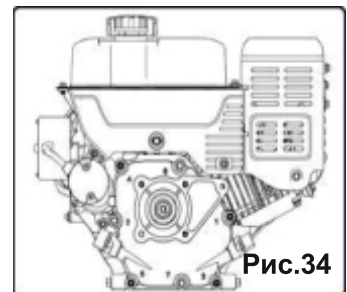

Рис.34
2. Отвинтите крышку маслоналивной трубки и протрите щуп (Рис.34)
1. Найдите маслоливное отверстие в нижней части картера (Рис.34).